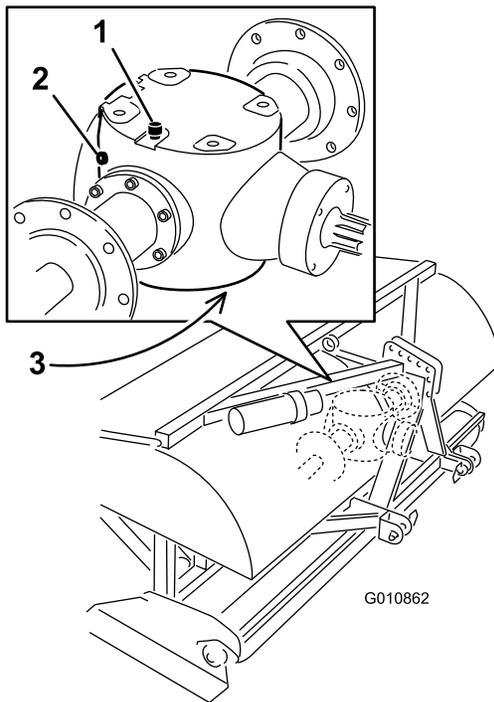

Figura 44
3. Retire el tapón de verificación de la caja de engranajes (Figura 44).
4. Asegúrese de que el aceite llega hasta la parte inferior del orificio del tapón de verificación de la caja de engranajes (Figura 44).
1. Limpie cualquier residuo del tapón de ventilación/llenado para evitar cualquier contaminación (Figura 44).